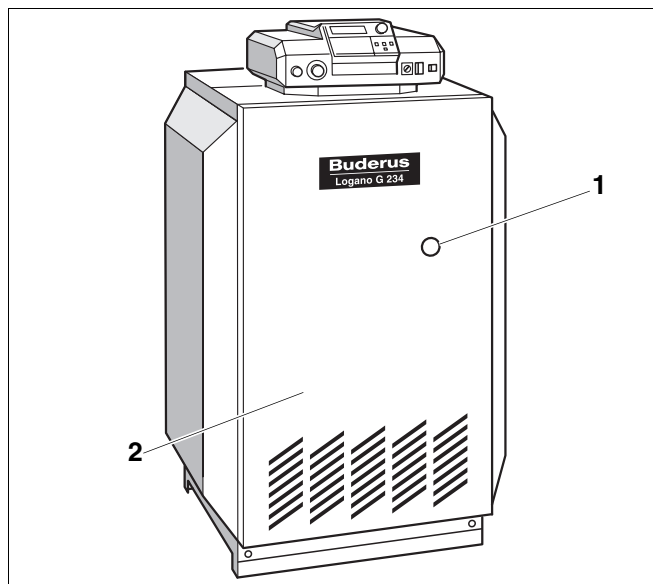

Рис. 6 Устранение неисправностей горелки
При возникновении неисправности горелки загорается сигнальная лампочка на кнопке подавления помех, расположенной на отопительном котле (рис. 6, **поз. 1**).
Кнопку подавления помех на горелке можно нажать через отверстие (рис. 6, **поз. 1**) на передней стенке котла (рис. 6, **поз. 2**). Для этого не нужно демонтировать переднюю стенку.
- Нажать кнопку подавления помех горелки (рис. 6, **поз. 1**).